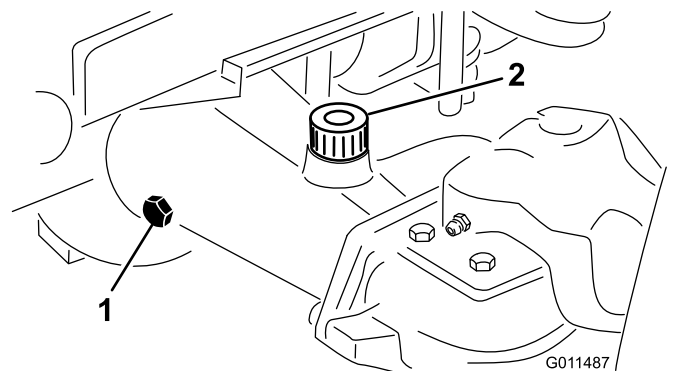

Bild 16
2. Entfernen Sie die Prüfschraube aus einem Ende der Achse (**Bild 16**) und stellen sicher, dass der Schmierstoff die Unterseite des Lochs erreicht. Entfernen Sie bei niedrigem Ölstand die Füllschraube (**Bild 16**) und füllen genug Öl ein, um den Stand bis an die Unterseite der Prüfschraubenöffnungen anzuheben.